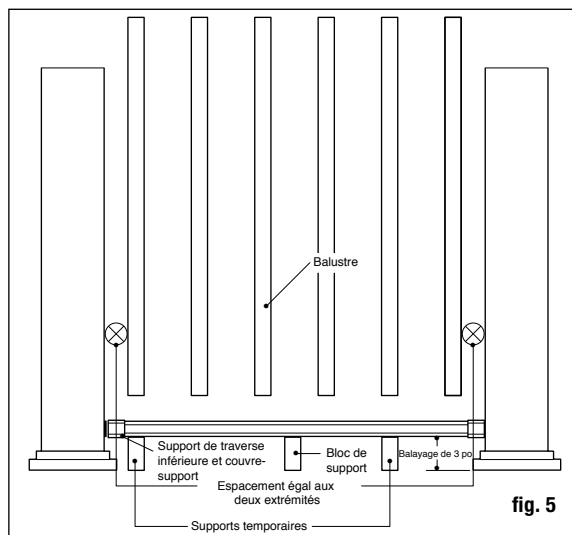

fig. 5
Step 6 Measure the distance between installed post sleeves to determine the length of the top and bottom rails. Place the bottom rail in position next to the posts and adjust so the distance between the first baluster hole and post is greater than 2" and equal on both ends (refer to fig. 5). Mark the rail. Cut the bottom rail. Cut the top rail to the same spacing and length.
Step 10 Place the line rail bracket covers and line brackets on the ends of the top rail. Position the top rail by placing the balusters inside the routed holes, while working from one end to the other. Check the rail for level. Using the line bracket as a guide, mark the screw positions on the post sleeve and rail on both ends. Pre-drill 1/8" pilot holes through the post sleeve and rail. Attach the line bracket to the post sleeve using the #8-15 x 2" - #2 square drive pan head screws and then attach line bracket to rail using #10-16 x 3/4" - #2 square drive pan head self-drilling screws (fig. 5).
Étape 6 Mesurez la distance entre les manchons de poteaux installés pour déterminer la longueur des traverses du haut et du bas. Placez la traverse inférieure en position près des poteaux et ajustez afin que la distance entre le premier trou de balustre et le poteau soit plus élevée que 5 cm (2 po), puis égale aux deux extrémités (voir la fig. 5). Marquez la traverse. Coupez la traverse du bas. Coupez la traverse du haut à la même espacement et longueur.
Étape 10 Placez les couvre-supports et support de traverse aux extrémités de la traverse supérieure. Positionnez la traverse du haut en plaçant les balustres à l'intérieur des trous fraisés, tout en travaillant d'une extrémité à l'autre. Vérifiez que la traverse est à niveau. En utilisant le support comme guide, marquez la position des vis sur le manchon de poteau et sur les deux extrémités de la traverse. Percez des trous de guidage de 1/8 po dans le manchon de poteau et la traverse. Fixez le support au manchon de poteau grâce à des vis à tête carrées n° 8-15 x 2" - n° 2, puis fixez le support à la traverse en utilisant des vis à tête carrées autotaraudeuses n° 10-16 x 3/4" - n° 2 (fig. 5).
Paso 6 Mida la distancia entre las coberturas de poste instaladas para determinar la longitud de los barandales superior e inferior. Posicione el barandal inferior al lado de los postes y ajústelo de modo que la distancia entre el primer agujero de balaustre y el poste sea mayor a 5.1 cm (2 pulg.) e igual en ambos extremos (consulte la fig. 5). Marque el barandal. Corte el barandal inferior. Corte el barandal superior con el mismo espaciamiento y longitud.
Paso 10 Coloque las cubiertas de soportes del barandal lineal y los soportes lineales en los extremos del barandal superior. Posicione el barandal superior colocando los balaustres dentro de los orificios taladrados mientras trabaja de un extremo a otro. Revise el nivel del barandal. Usando el soporte lineal como guía, marque las posiciones de los tornillos en la cobertura del poste y en el barandal en ambos extremos. Pretaladre agujeros guía de .32 cm (1/8 pulg.) a través de la cobertura de poste y del barandal. Sujete el soporte lineal a la cobertura del poste usando los tornillos cuadrados de cabeza cilíndrica #8 - 15 x 2" - #2 y luego sujete el soporte lineal al barandal usando tornillos cuadrados autorroscantes de cabeza cilíndrica #10-16 x 3/4" - #2 (fig. 5).